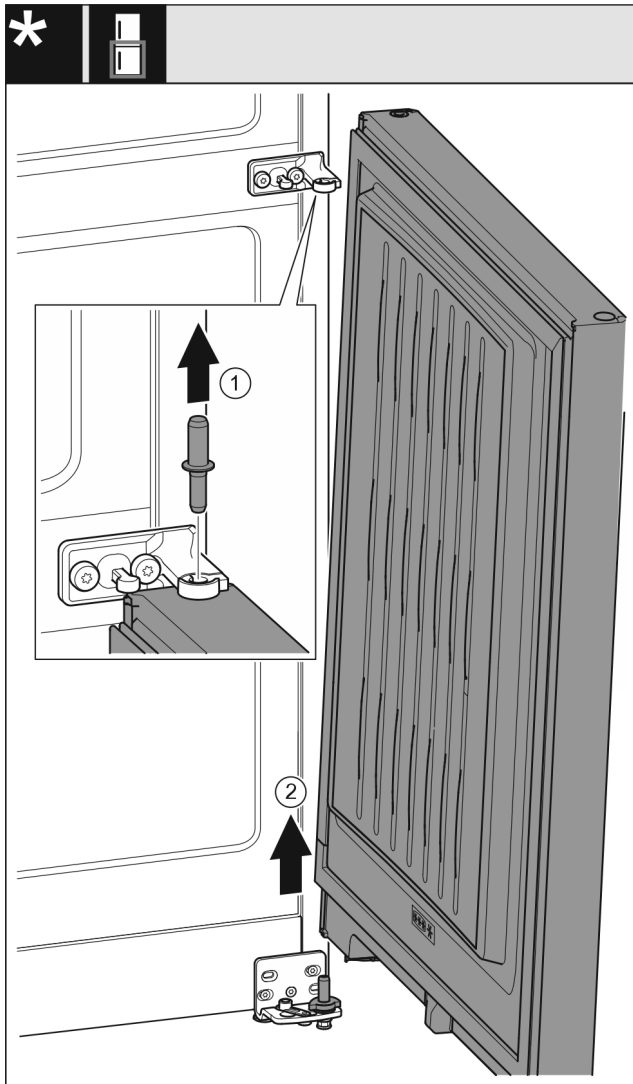

Fig. 26 Без амортизатора закрывания двери*
- Извлеките палец Fig. 26 (1) движением вверх.*
- Отведите дверь Fig. 26 (2) в сторону, потяните вверх и отставьте ее.*